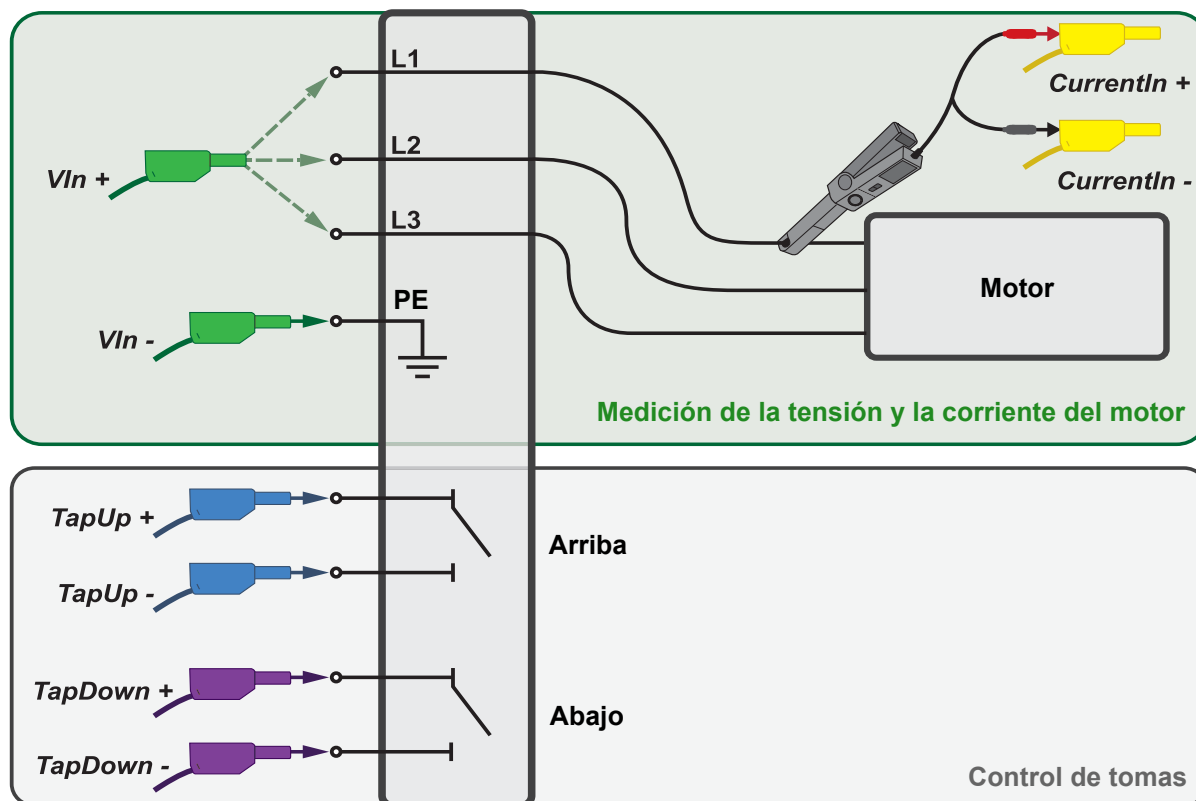

Figura 5-2: Esquema de conexión del cable del cambiador de tomas al cambiador de tomas
- III. Conecte el cable del cambiador de tomas a los bornes pertinentes del armario de control del transformador (consulte la Figura 5-2 abajo).